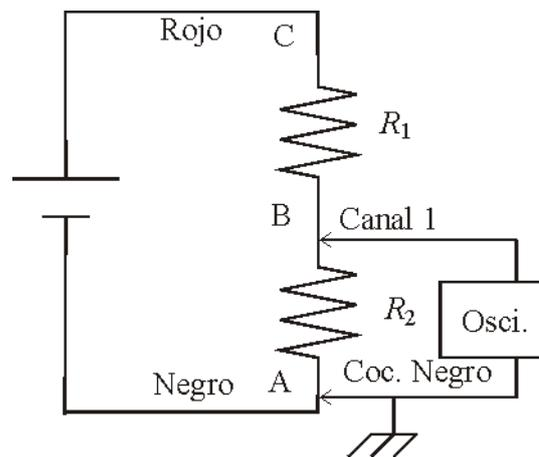

Figura 3.34: Representación esquemática del montaje A para la medida de la caída de tensión V_{BA} del circuito de la Figura 3.33.
- Montaje A: Ver Figura 3.34. Este montaje es correcto ya que el osciloscopio tiene la referencia bien situada.